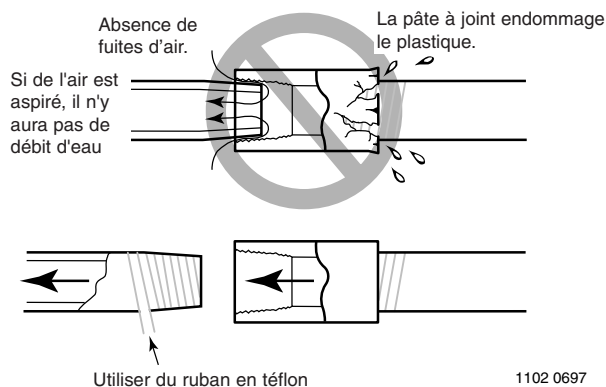

Figure 1 – Le tuyau d'aspiration ne doit présenter aucune fuite
7. Vérifier l'absence de fuites d'air dans le tuyau d'aspiration. Utiliser de la bande téflon ou de la pâte à joint Plasto-Joint Stik pour rendre hermétiques les raccords des tuyaux. Ne pas appliquer de pâte à joint sur le plastique des tuyaux (Fig. 1).